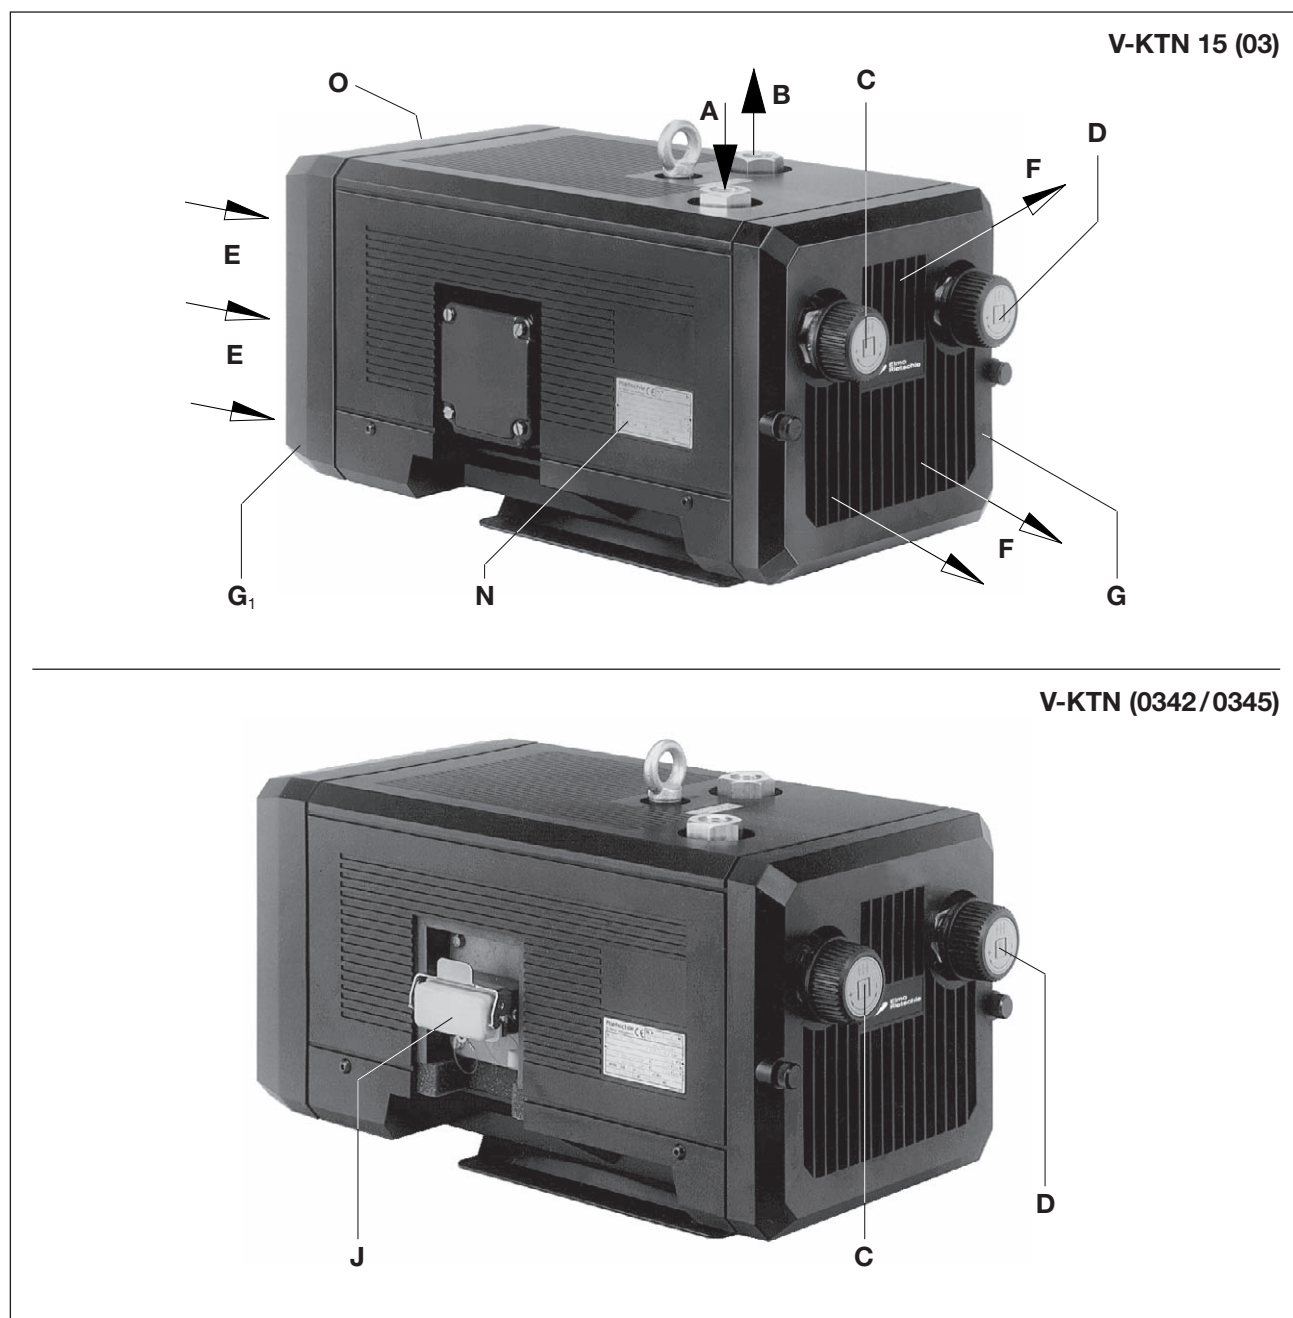
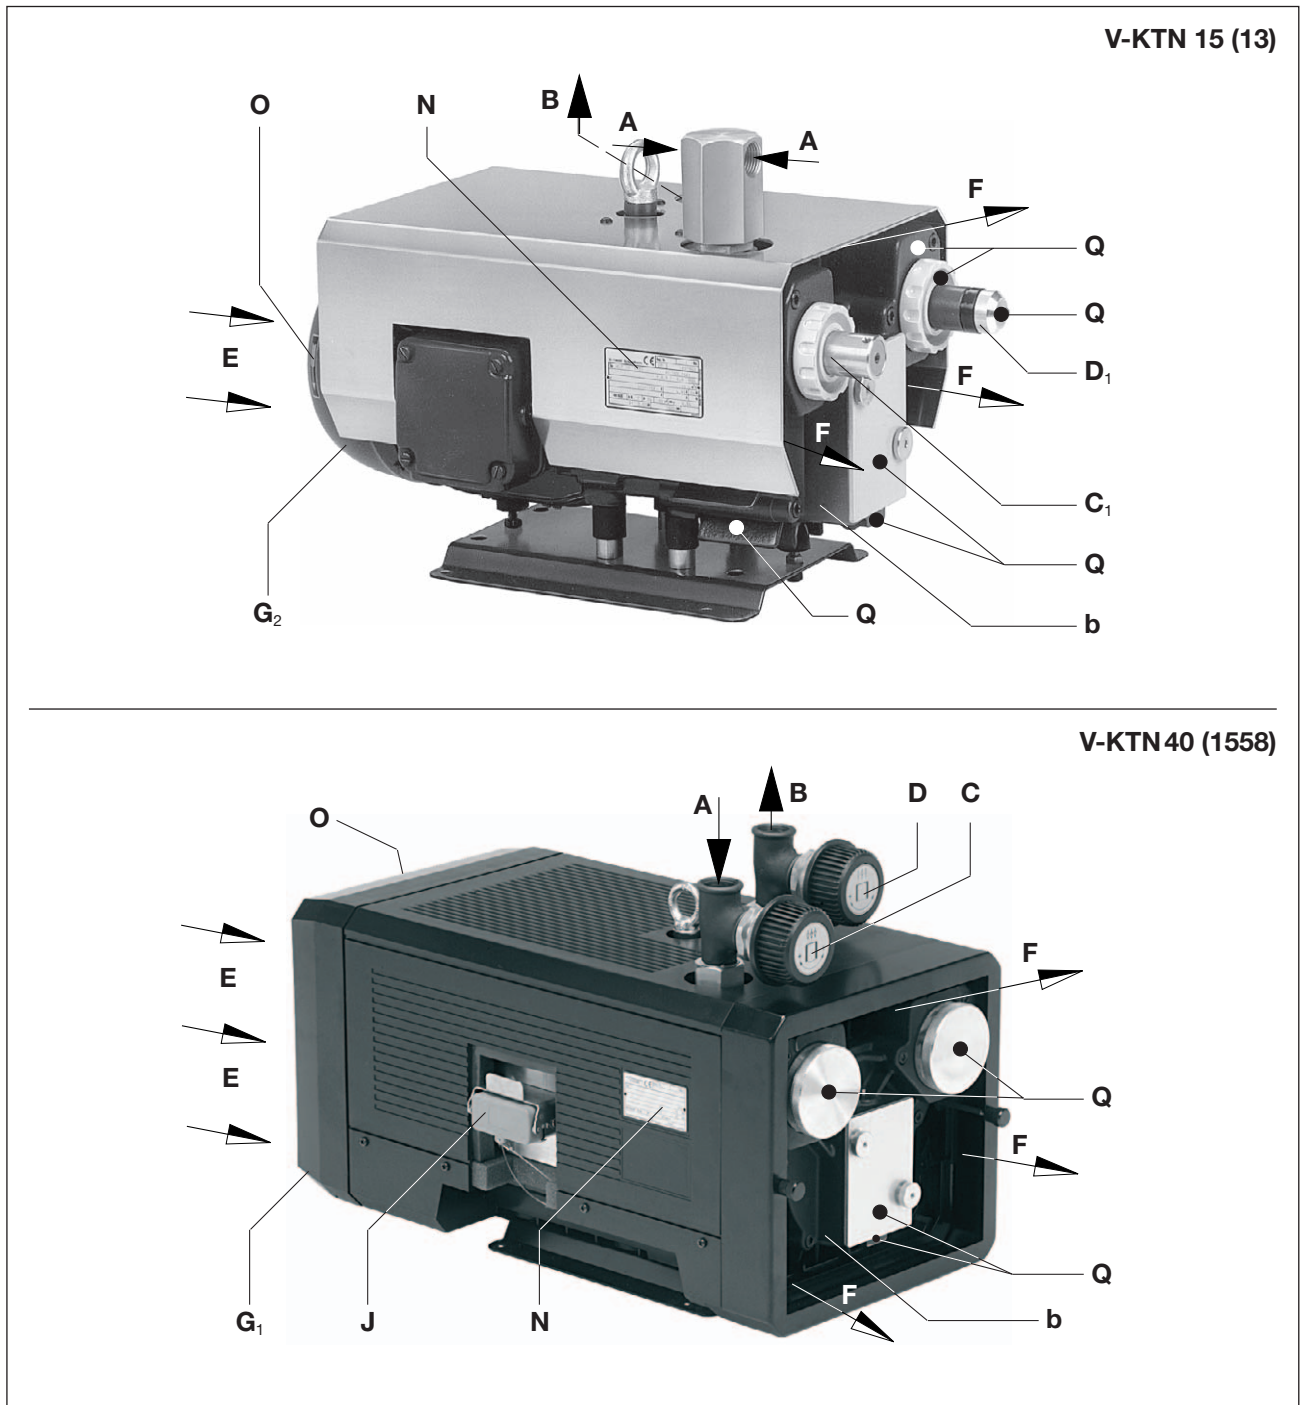

Fig. 2 Tryk-vakuumpumpe V-KTN (03)
Fig. 3 Tryk-vakuumpumpe V-KTN (13) / V-KTN (1558)
V-KTN (01 → 06) og (08 → 10) er placeret i en støjhætte af plast. Inde i støjhætten er der en også en ventilator, som sørger for afkølingen. Vakuum-reguleringsventilen (fig. 2/ C) og tryk-reguleringsventil (fig. 2/D) gør det muligt at indstille vakuummet på en bestemt ønsket værdi, dog med begrænsede øvre værdier.
V-KTN (13) er placeret i en metalhætte. Her sørger motorventilatoren for kølingen. V-KTN (13) har på sugesiden en vakuumsikkerhedsventil (fig. 3/C1) og på tryksiden tryk-begrænsnings-ventil (fig. 3/D1).
Den nominelle volumenstrøm er 15, 25 og 40 m³/h ved 50 Hz. På dataskiltet (fig. 2/N) er belastningsgrænserne (bar) på tryk- og sugesiden angivet. Databladet D 480 viser, hvordan volumenstrømmen er afhængig af overtrykket.
Til afmontering af udblæsningsgitteret (fig. 2/G), indsugningsgitteret (fig. 2/G1) og husdækslet (fig. 3/b) skal der ved vedligeholdelsesarbejde være mindst 30 cm plads. Derudover skal køleluftindtagene (fig. 2/E) og køleluftudtagene (fig. 2/F) have mindst 10 cm afstand til den nærmeste væg (udsuget køleluft må ikke suges ind igen).
- a) Vakuum ved (fig. 2/A) og tryktilslutning ved (fig. 2/B).
De påkrævede tryk- og vakuummråder kan indstilles med tryk-reguleringsventilen (fig. 2/D) og vakuum-reguleringsventilen (fig. 2/C) som vist på symbolskiltet, der er placeret på drejeknappen.
- a) Motorens elektriske data er angivet på typeskiltet (fig. 2/N) eller på motordataskiltet. Motorerne overholder DIN EN 60034 og er i beskyttelsesklasse IP 55 og isoleringsklasse F. Ledningsdiagrammet sidder i motorens klemkasse (ikke ved versionen med stiktilslutning). Motordataene skal sammenholdes med dataene for den eksisterende netspænding (strømtype, spænding, netfrekvens, tilladt strømværdi).
- b) Tilslut motoren via stikforbindelsen (fig. 2/J) eller motorværnet (af sikkerhedsmæssige årsager skal der anvendes en motorværnskontakt, og tilslutningskablet skal installeres via et kabelarmatur for at opnå trækaflastning). Vi anbefaler at bruge motorværnskontakter med forsinket slukning, afhængigt af risikoen for overstrøm. Der kan forekomme midlertidig overstrøm, hvis maskinen koldstartes.
Når maskinen når driftstemperatur, kan komponenternes overflade (fig. 3/Q) nå en temperatur på over 70°C.
- ▷ Drivakslens tilsigtede drejeretning er kendetegnet af drejeretningspilen (fig. 2/O).